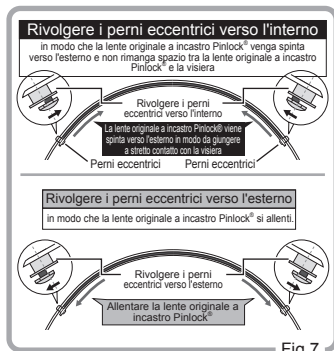

Fig.7
2. Regolare i perni eccentrici facendoli ruotare con un attrezzo adeguato. (Fig.7)